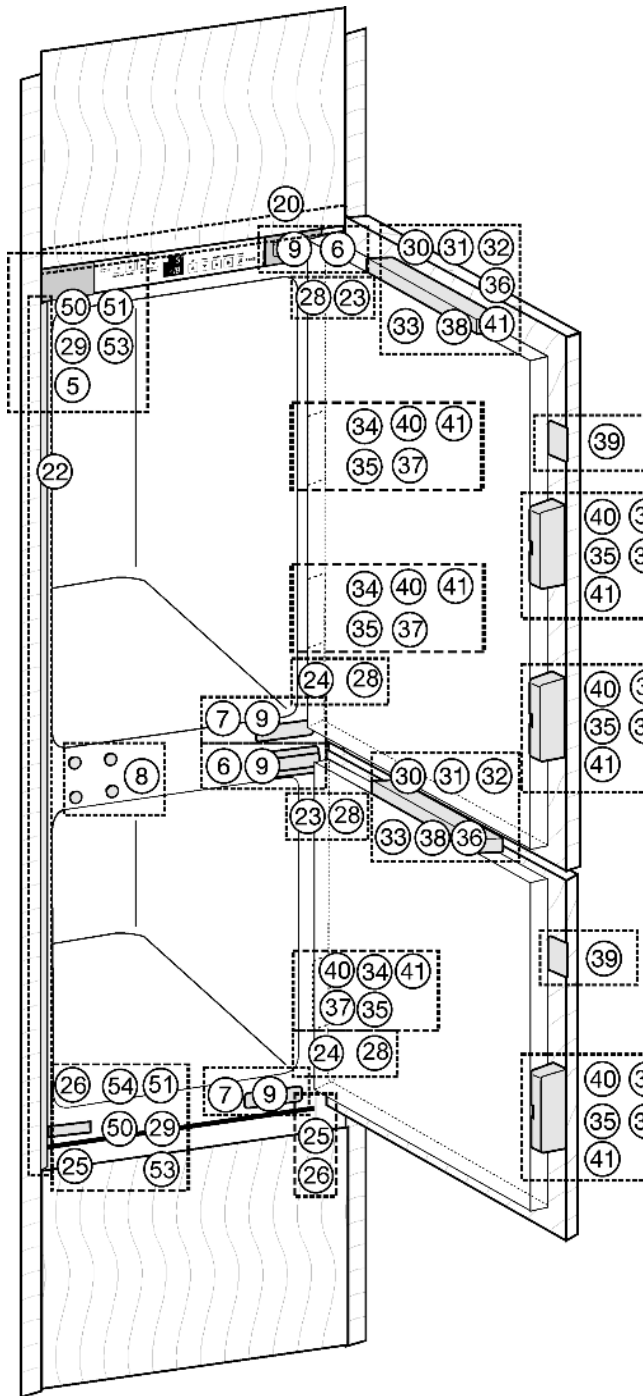
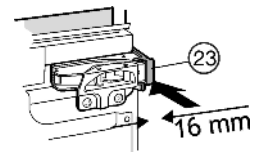
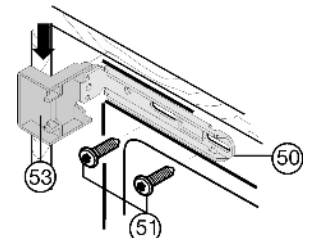
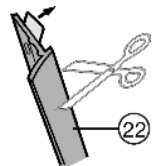

Fig. 8
Fig. 12
Fig. 13
Fig. 14
- ▶ Снимите крышки Fig. 8 (5,6,7).
- ▶ Защелкните распорный элемент Fig. 12 (23) на верхнем и распорный элемент Fig. 8 (24) на нижнем шарнире.
- ▶ Наденьте верхнюю и нижнюю крышку Fig. 13 (53) на крепежный уголок Fig. 13 (50).
- ▶ Закрепите крепежный уголок Fig. 13 (50) вверху и внизу винтами Fig. 13 (51) так, чтобы уголок можно было немного двигать влево и вправо.
- ▶ Снимите защитную пленку с декоративной планки Fig. 14 (22). Прикрепите декоративную планку Fig. 14 (22) со стороны ручки заподлицо с лицевой стороной к выступу крышки Fig. 13 (53) и наклейте на боковую стенку устройства.
- ▶ При необходимости укоротите декоративную планку Fig. 14 (22) внизу: Декоративная планка Fig. 14 (22) должна заканчиваться на 3 мм выше верхней кромки нижнего крепежного уголка Fig. 8 (50).
- ▶ Вдвигайте устройство до тех пор, пока крышки Fig. 13 (53) не будут упираться Fig. 13 в боковую стенку предмета мебели.
- ▶ Учитывайте конструктивный размер (глубину упорных элементов дверей). Выдвиньте шарниры и крышки *Fig. 13 (53)* на расстояние, соответствующее этому конструктивному размеру.
- ▶ Выставьте устройство прямо, регулируя опоры *Fig. 8 (25)* при помощи прилагаемого вилочного ключа *Fig. 8 (26)*.